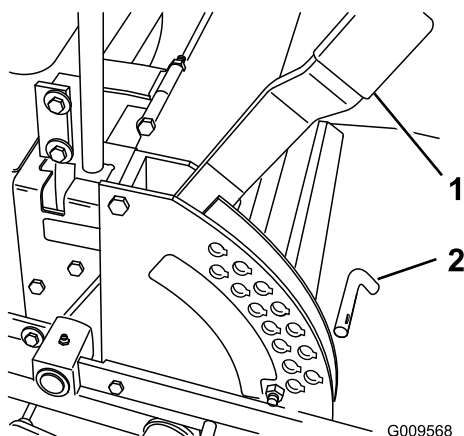

Figura 18
1. Alzate la leva dell'altezza di taglio in posizione di TRASPORTO (anche la posizione di 127 mm dell'altezza di taglio) (Figura 18).
2. Per regolare, spostate il perno dalla staffa dell'altezza di taglio (Figura 18).
3. Nella staffa dell'altezza di taglio scegliete un foro corrispondente all'altezza richiesta, ed inserite il perno (Figura 18).